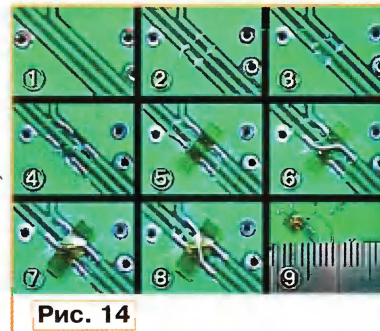

Рис. 14
на рис. 14 <<http://www.chiaki.cc/Tools/images/jumper1.png> — http://www.chiaki.cc/Tools/images/jumper9_1.png>. Прежде всего вырезают и удаляют небольшие участки пересоединяемых печатных проводников (1—3). Образовавшиеся их концы зачищают и облуживают (4). Если под будущими перемычками имеются другие проводники, их накрывают изоляционной прокладкой из липкой ленты (5), поверх неё припаивают первую проволоочную перемычку (6). Изолируют её ещё одной прокладкой из липкой ленты (7) и припаивают вторую перемычку (8). При необходимости всю "конструкцию" защищают каплей клея или компаунда (9).